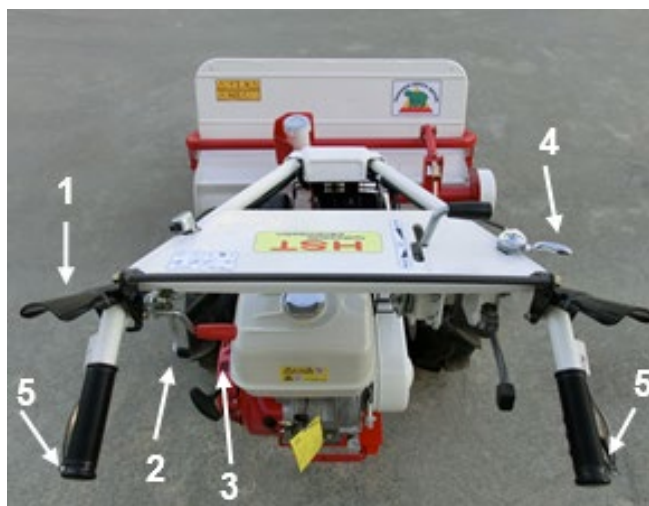

Figure 7
- Augmentez la vitesse du moteur au maximum. Baissez le levier verrouillage (2, Figure 7) relevez ensuite lentement le levier d'embrayage de lame (3, Figure 7). Avancez alors dans l'herbe pour tondre.
- Relâchez le levier de verrouillage (2, Figure 7) et laissez le levier d'embrayage descendre.
- Placez le levier d'accélérateur sur "LO" (4, Figure 7).
- Arrêtez le moteur en plaçant le commutateur d'allumage sur "off" (Figure 7)